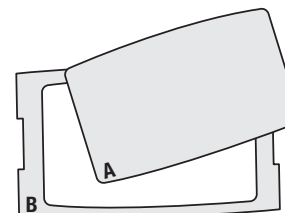

Fig. 7a
- Quite y deseche el soporte central (A) del empaque alrededor del filtro (B) (Fig. 7a).